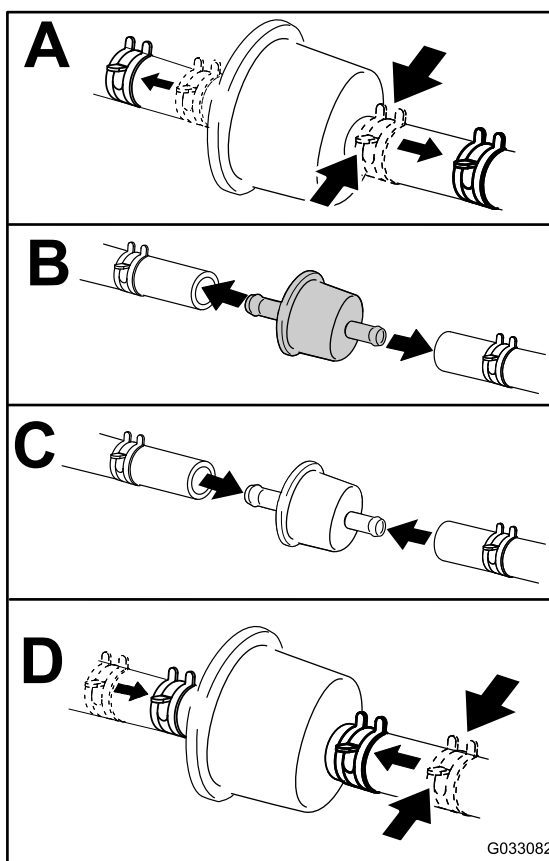

Figure 64
4. Fermez le robinet d'arrivée de carburant sous le siège (Figure 64).